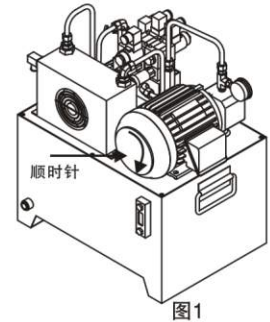

图1
- 1) 启动液压泵，先点动确定液压泵的转向。一般为从电机后端看是顺时针转。(见图1)